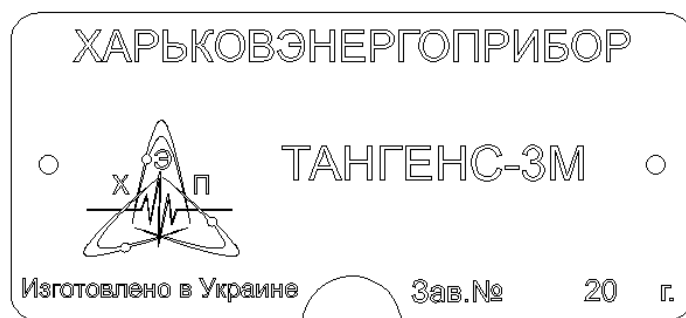

Рисунок 10 – Табличка с маркировкой
4.4.3 На упаковочную тару крепится табличка с маркировкой (см. рисунок 10).